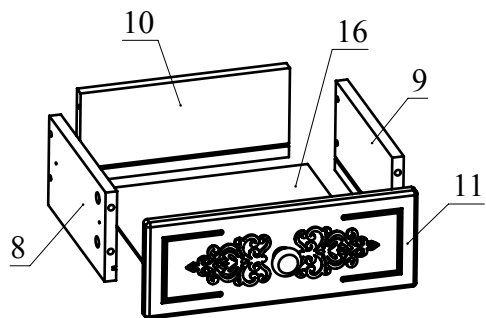

Рис.10
10. Соберите ящик. Для этого соедините детали 8 и 9 с деталью 10 при помощи конфирматов. Вставьте дно ящика 16 из ДВП в пазы деталей 8, 9, 10. Соедините деталь 11 с полученной конструкцией и затяните головки минификсов (Рис. 10). Закрепите внутренние планки направляющих на деталях 8 и 9 шурупами 3,5х16 (Рис. 11). С помощью шурупа 4х30 с круглой головкой закрепите ручку на фасаде ящика.